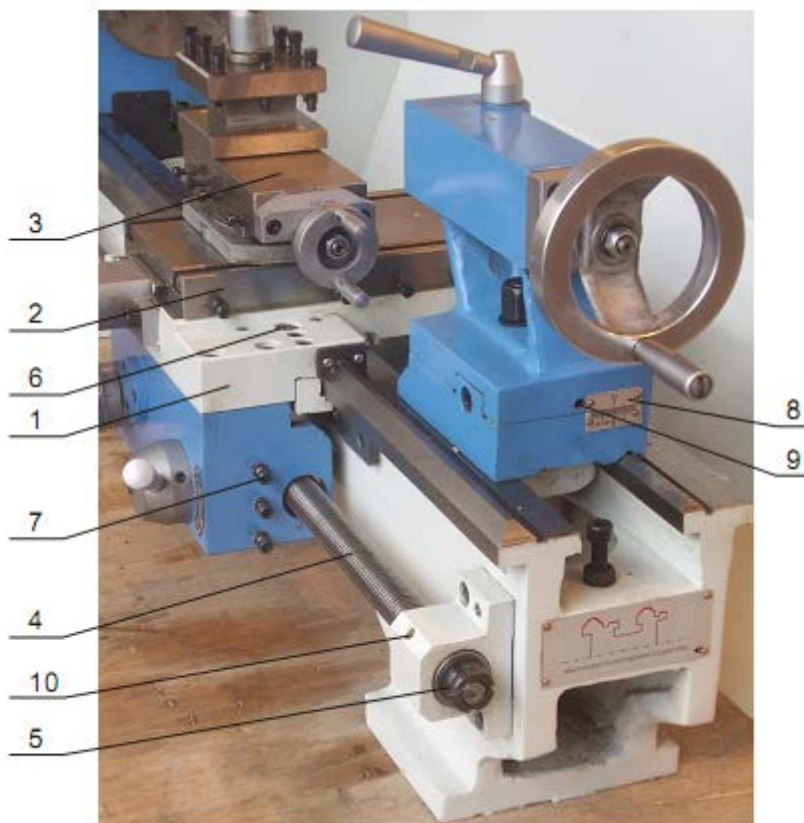
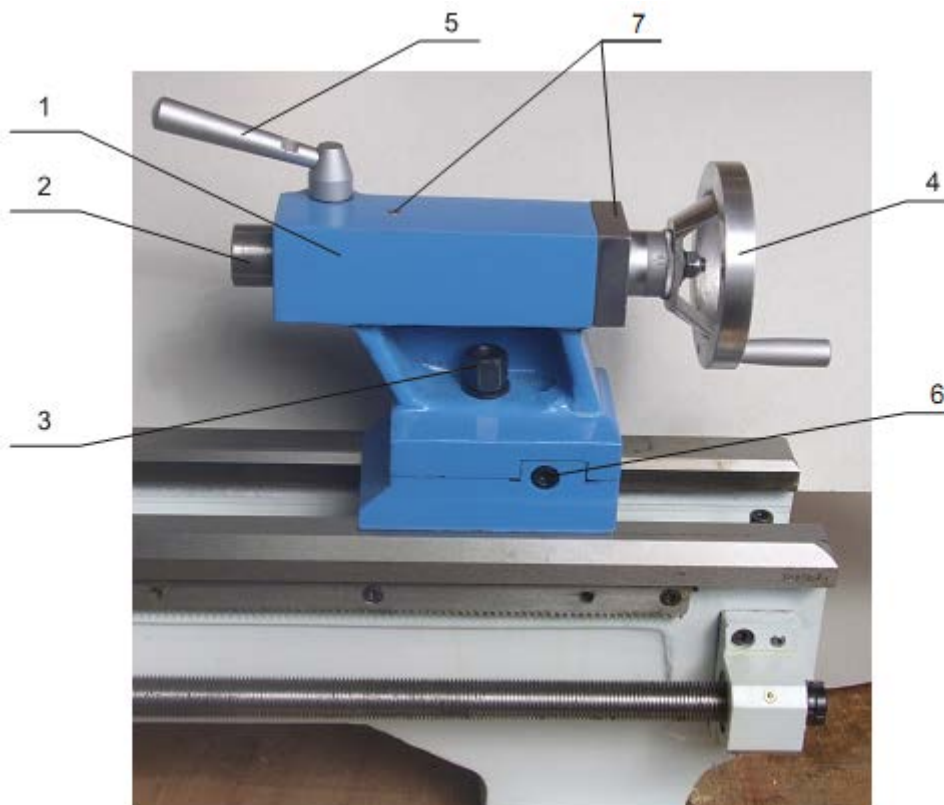

Рисунок 4
Рисунок 6
Каретка 1 (рисунок 4) является базирующим элементом суппорта. Она изготовлена из высококачественного чугуна. Продольные направляющие каретки отшлифованы и точно сопряжены направляющими станины. Необходимый зазор между направляющими станины и каретки обеспечивается прижимными планками, расположенными на нижней плоскости каретки.
Поперечные салазки 2 (рисунок 4) установлены на верхние (поперечные) направляющие каретки соединением «ласточкин хвост», зазоры в соединении регулируются клином. Перемещение салазок обеспечивается вращением маховика. Для отсчета величины перемещения салазок на маховике имеется лимб.
Верхние салазки 3 (рисунок 4) установлены на поперечные салазки через поворотную плиту и могут устанавливаться под углом к оси вращения шпинделя. Перемещение подвижной части верхних салазок производится вращением маховика. Для отсчета величины перемещения салазок на маховике имеется лимб.
Ходовой винт 4 (рисунок 4) расположен вдоль передней части станины и служит для продольной автоматической подачи. С левой стороны он соединен с коробкой передач. Ходовой винт имеет две подшипниковые опоры. Осевой зазор винта в опорах регулируется гайками 4 (рисунок 4).
Задняя бабка 1 (рисунок 6) базируется (перемещается) на плоской и V-образной направляющих станины и может быть зафиксирована от перемещения затягиванием гайки 3 (рисунок 6) зажимного устройства. Задняя бабка имеет выдвижную пиноль 2 (рисунок 6) с конусным отверстием Морзе № 2 и градуированной шкалой, нанесенной на наружной поверхности пиноли. Жесткость задней бабки рассчитана на тяжелые режимы работы. Пиноль перемещается вращением маховика 4 (рисунок 6), расположенного на заднем торце бабки, и может быть зафиксирована в нужном положении рукояткой 5 (рисунок 6) механизма зажима пиноли.
Для блокировки перемещения суппорта затяните винт 6 (рисунок 4), для разблокировки – ослабьте.
Перемещение задней бабки по направляющим станины производится вручную. Ослабьте гайку 3 (рисунок 6) зажимного устройства бабки, передвиньте бабку в нужное положение, снова затяните гайку.
Выдвижение пиноли 2 (рисунок 6) из корпуса бабки и утопление ее обратно в корпус производится вращением маховика 4 (рисунок 6). Рукояткой 5 (рисунок 6) ослабьте зажим пиноли, вращая маховик переместите пиноль на нужный размер, зажмите пиноль поворотом рукоятки.
Регулировка смещения задней бабки от оси вращения шпинделя производится при точении конусных поверхностей. Величина смещения определяется по шкале 8 (рисунок 4), находящейся на заднем торце основания бабки. Смещение производится при помощи двух винтов 6 (рисунок 6), расположенных на боковых поверхностях основания бабки с обеих сторон. Ослабьте стопорный винт 9 (рисунок 4) и гайку 3 (рисунок 6). Ослабьте винт 6 (рисунок 6) с одной боковой стороны бабки и затягивайте аналогичный винт с противоположной стороны пока необходимая величина смещения не отразится на шкале. Затяните стопорный винт 9 и гайку 3.
8.11 Смазку задней бабки производите через смазочные отверстия 7 (рисунок 6) жидкой смазкой.